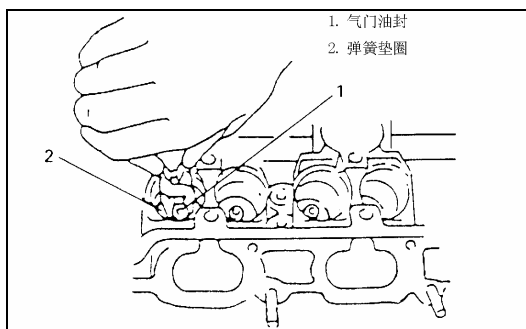

Рис. 4-56.
6). Снять сальники клапанов с клапанных направляющих, после чего снять клапанные пружинные прокладки, Рис. 4-56.